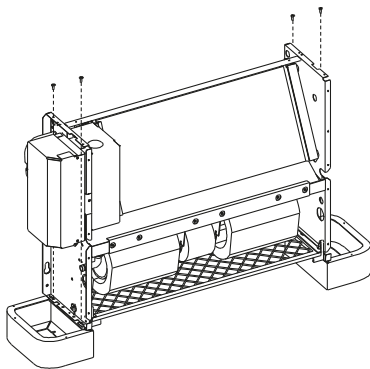

Figura 12
- Coloque o ar-condicionado no suporte de montagem e fixe-o com parafusos (consulte a Figura 12).